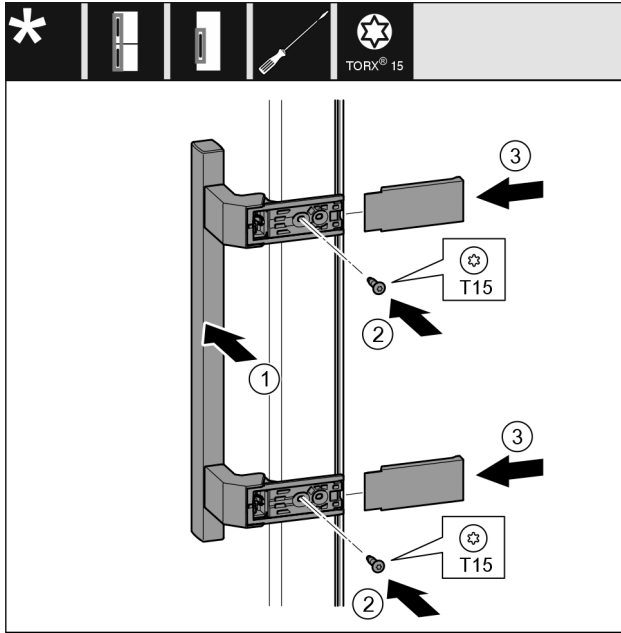

Fig. 22
- ▶ Aseta kahva Fig. 22 (1) vastapäiselle puolelle.
- ▶ Kierrä ruuvit Fig. 22 (2) kiinni ruuvimeisselillä.
- ▶ Aseta suojukset Fig. 22 (3) sivulle ja työnnä paikalleen.